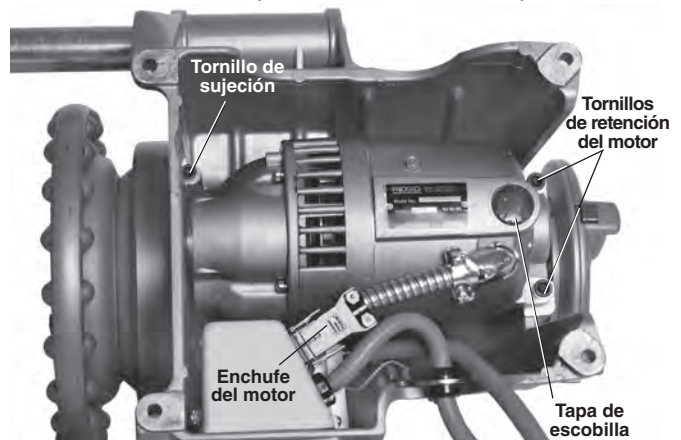

Figura 32 – Extracción de la tapa del motor y cambio de las escobillas
3. Coloque la máquina sobre un banco de trabajo despejado y estable. Vuelque la máquina para acceder al dorso (Figura 32).